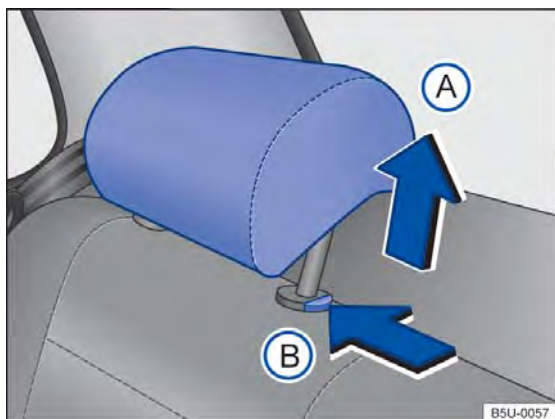

Fig. 41 Desinstalar o apoio para cabeça traseiro.
- Pressionar a tecla → Fig. 41 (B) no sentido da seta. Retirar o apoio para cabeça com a tecla pressionada.
- Empurrar o apoio para cabeça para baixo com a tecla → Fig. 41 (B) pressionada.